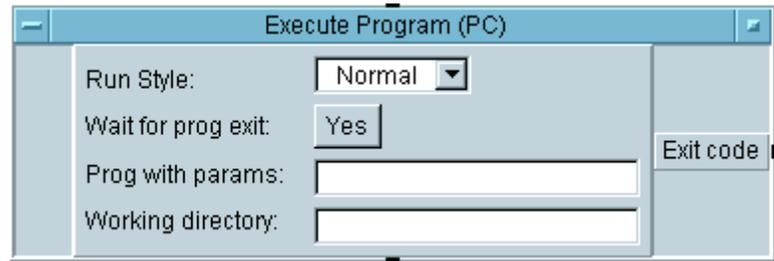

図4-27. Execute Program (PC)オブジェクト
Execute Program (PC) オブジェクトを使って、通常はオペレーティング・システムのコマンド行から行う作業を実行できます。図4-27に、Execute Program (PC) オブジェクトの例を示します。Execute Program (PC) を使えば、下記のような任意の実行可能ファイルを実行できます。